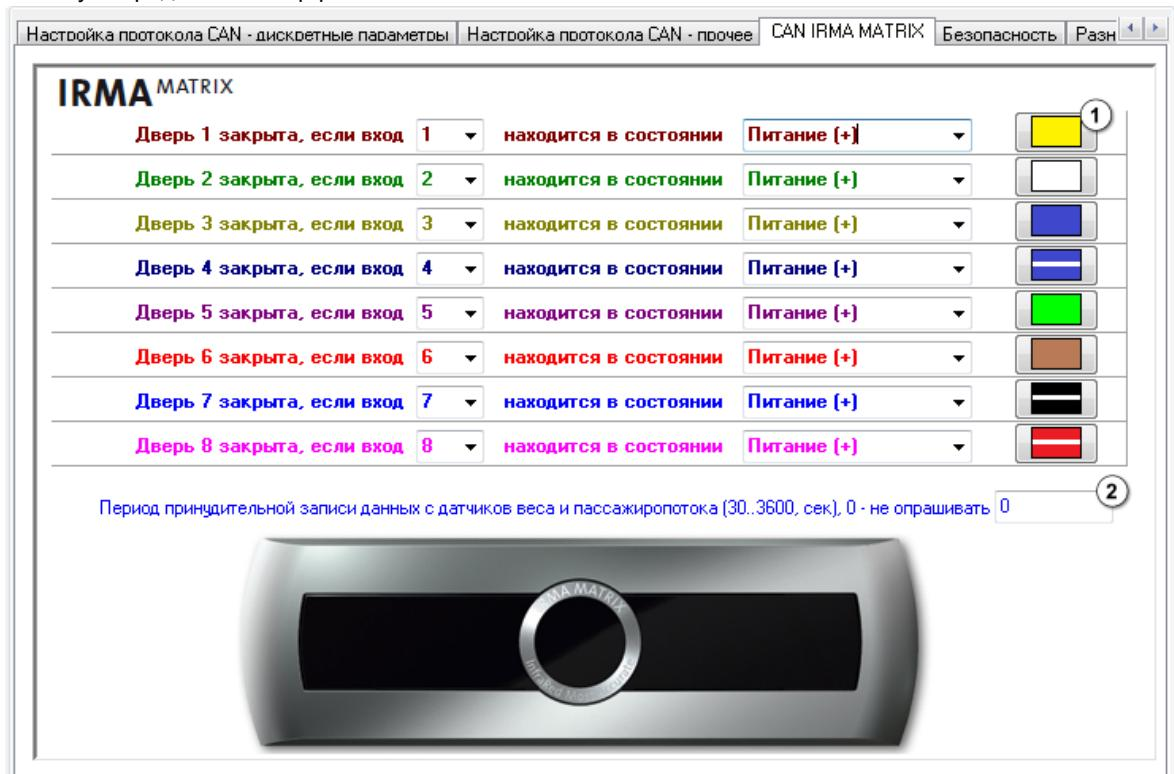

Рис.35 – CAN IRMA MATRIX.
- Перейдите на вкладку «CAN IRMA MATRIX» и включите опцию **Подключение CAN IRMA MATRIX**. Вам будет доступно меню настройки работы датчика (рис.35).
- Для перехода в меню настроек входов (рис.17, рис.18) нажмите соответствующую кнопку быстрого вызова (рис.35, п.1).
- Любое изменение состояния датчика фиксируется терминалом и записывается в память. Если нет данных для записи, терминал через определенный период времени опрашивает датчик и делает принудительную запись. **Период принудительной записи данных с датчиков веса и пассажиропотока** (рис.35, рис.2) должен указываться в секундах, минимальное значение – 30 секунд, максимальное значение – 3600 секунд, 0 – не опрашивать.